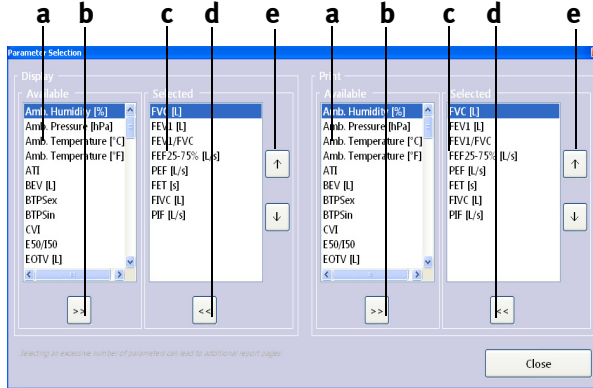

Fig. 8-10 FVC parameters tab
- e Click to select a parameter (See Fig. 8-10)
- d Click to select parameters (see Fig. 8-10)